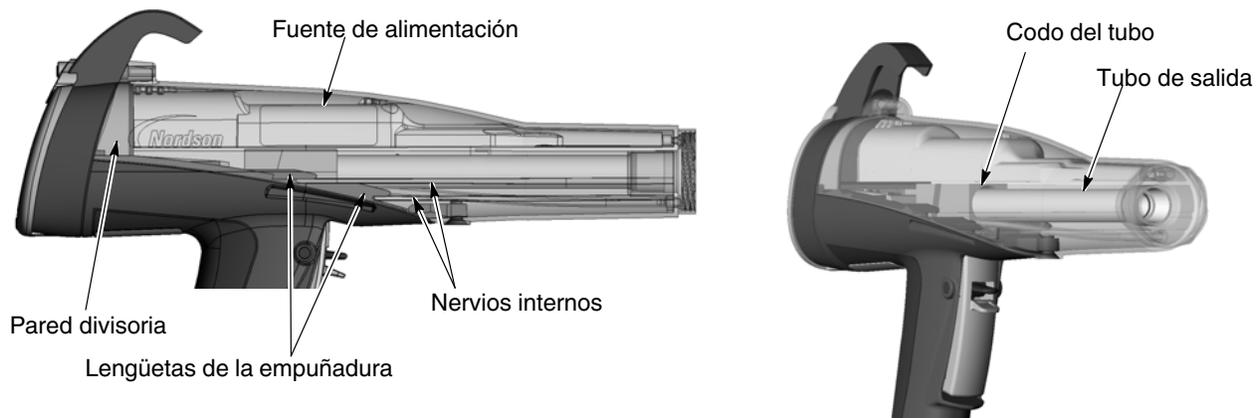

Figura 6-6 Reensamblaje de la pistola
- Ver la figura 6-6. Alinear el cuerpo de la pistola con la empuñadura y deslizarlos juntos, encajando los nervios internos del cuerpo de la pistola con las pestañas de la empuñadura.